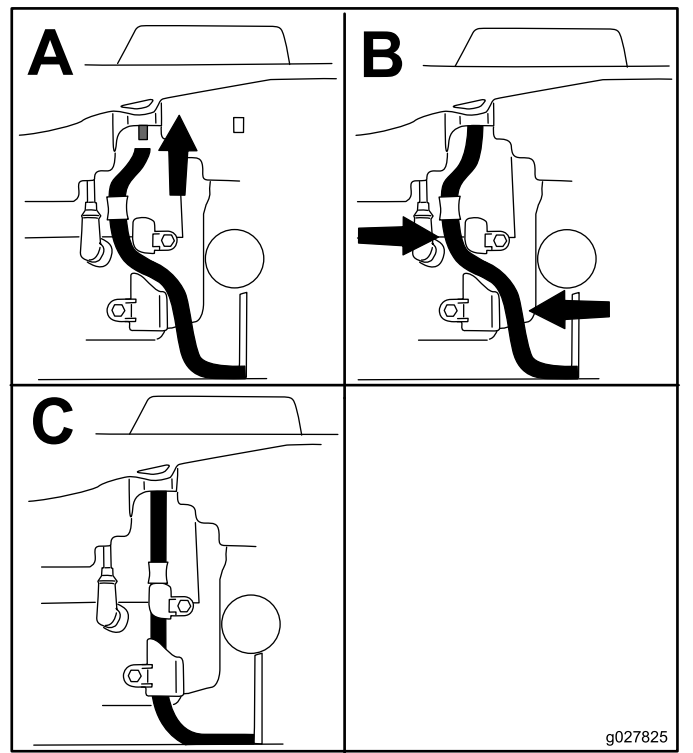

Figura 35
5. Instale la manguera de vaciado según se muestra en la Figura 35.